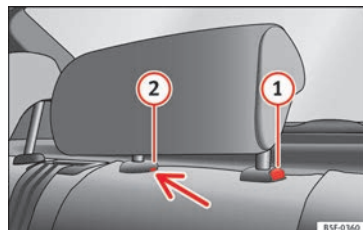

Fig. 150 Apoyacabezas trasero central: punto de desbloqueo.
- Para ajustar el apoyacabezas a una altura menor, pulse la tecla ① » » » fig. 150 y desplácelo hacia abajo.
- Pulse la tecla ① » » » fig. 150, apretando a la vez por el orificio del seguro ② » » » fig. 150 con un destornillador plano de máximo 5 mm de anchura y retire el apoyacabezas.